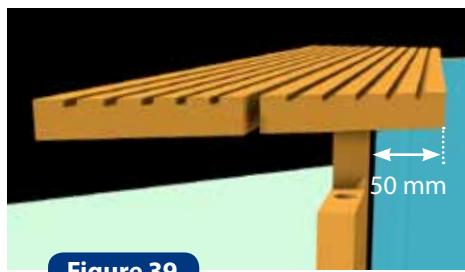

Figure 39
- Avant de fixer la margelle, procédez à un positionnement de toutes les lames à blanc (sans les visser) afin de répartir uniformément les jeux (figure 39).
- Faites dépasser la margelle de 50 mm vers l'intérieur (de façon à créer un «casse vague») (figure 39).